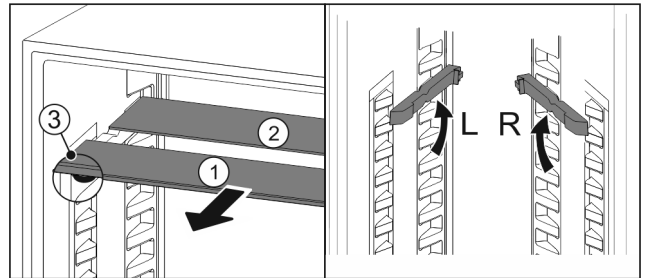

Fig. 90
- ▶ Glasplaten afzonderlijk vanaf de voorkant eruit trekken Fig. 90 (1).
- ▷ Glasplaat Fig. 90 (1) met sierlijst ligt voor.
- ▷ Stops Fig. 90 (3) zijn naar onder gericht.